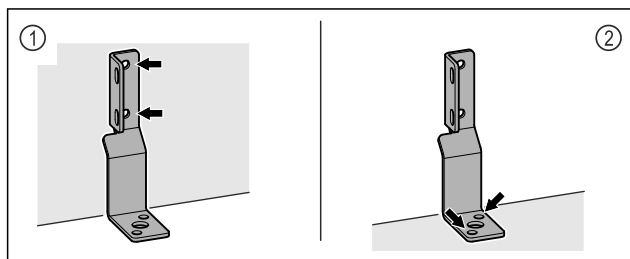

Fig. 8
► Fixați vinclu pe perete Fig. 8 (1) sau podea Fig. 8 (2).